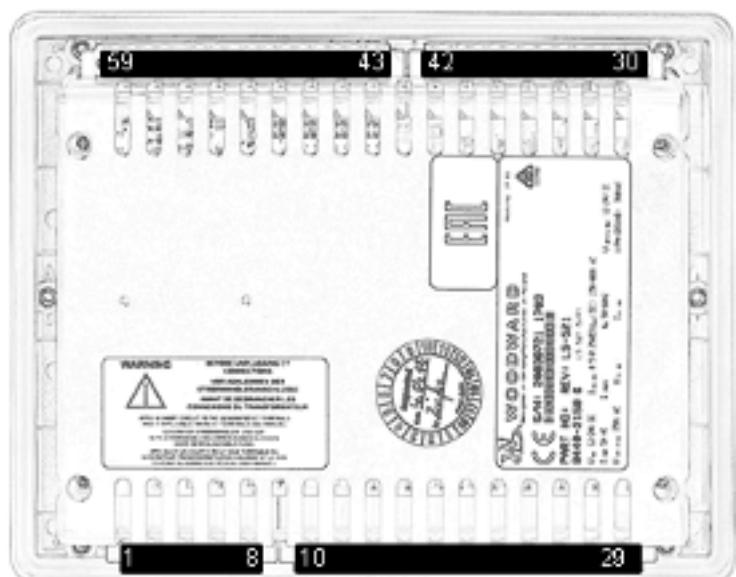

Abb. 19: Kunststoffgehäuse (Rückansicht)
- Kunststoffgehäuse - dargestellt in Abb. 19